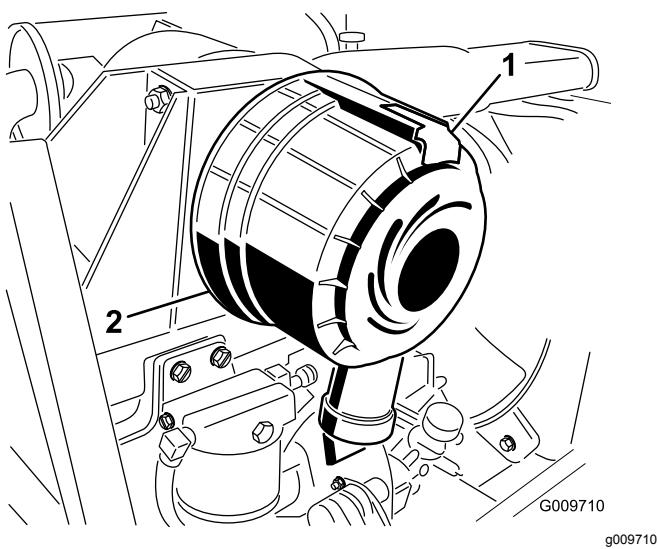

図28
1. ラッチを引いて外し、カバーを左にひねってボディーからはずす図28。